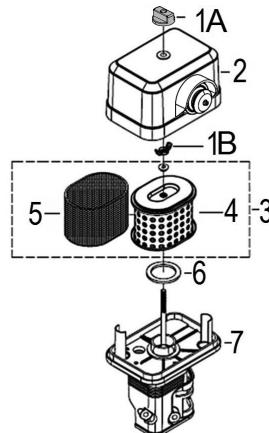

Рис. 28. Обслуживание воздушного фильтра
1. Открутите барашковую гайку 1A и снимите крышку 2 воздушного фильтра (Рис. 28).
2. Открутите барашковую гайку 1B и снимите воздушный фильтр 3 в сборе (Рис. 28).
3. Проверьте целостность и чистоту фильтрующих элементов. Поролоновый (предварительный) фильтрующий элемент 5 установлен на корпусе бумажного фильтрующего элемента 4 (Рис. 28).